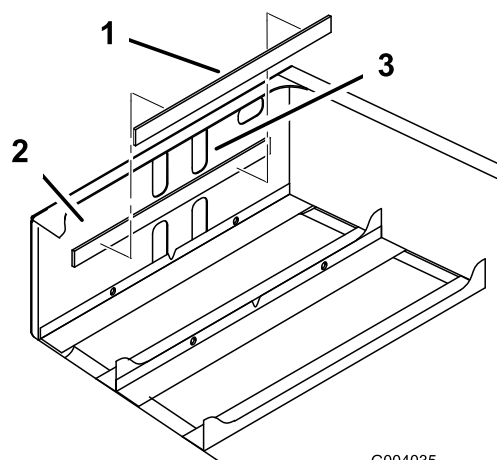

Figura 10
3. Tire o adesivo da parte de trás da caixa da bateria e instale-a na parte da frente da estrutura na retaguarda (gravura Figura 10).
Nota: A caixa fica a cerca de 6,4 mm abaixo do limite inferior do conjunto superior das ranhuras dos orifícios (Figura 10).